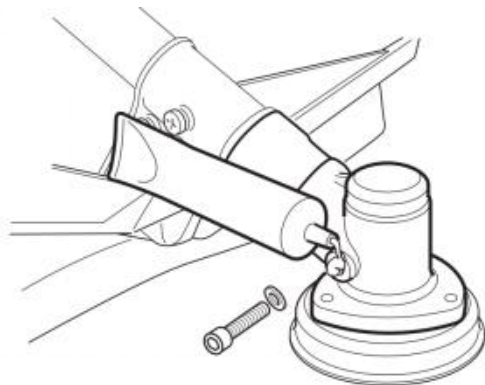

Fig. 68
2. Dodać odpowiedni środek smarny (rys. 68).